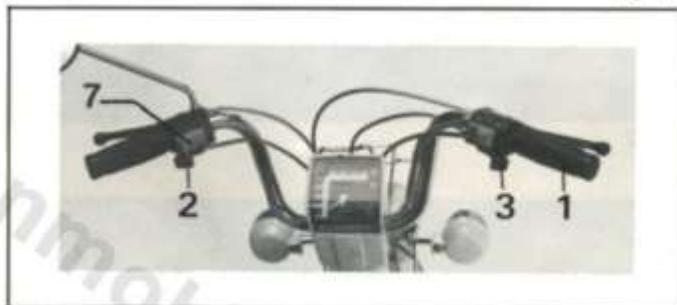

Fig. 12
Actionner le commutateur (7) fig 12.